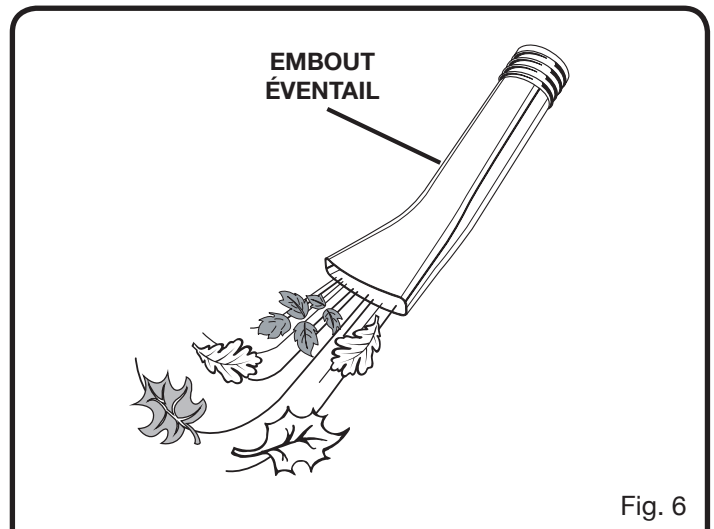

Fig. 6
- L'embout éventail permet de couvrir une surface plus large. Voir la figure 6.